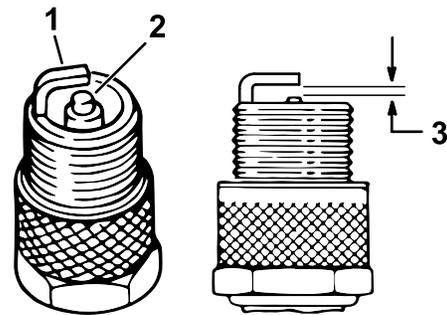

図 32
4. 電極 (側面と中央) と碍子の状態を点検する (図 32)。
5. 図 32 図に示すように、電極の中心と側面の間隙間を 0.76 mm に設定する。